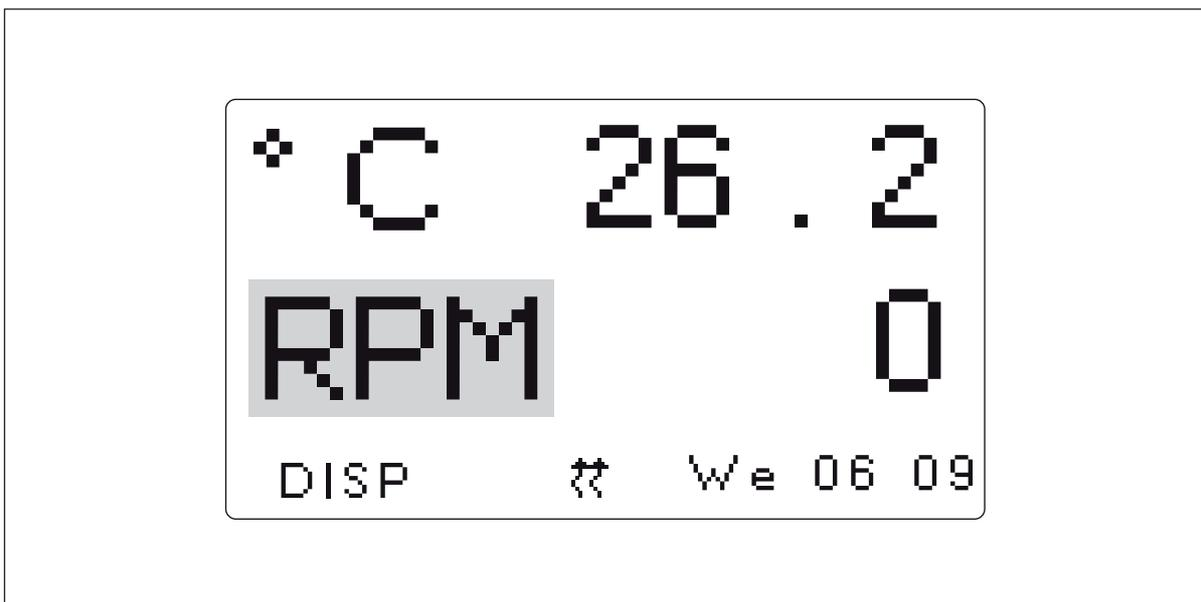

Abb. 5-2: Angezeigten Parameter ändern
1. Markieren Sie mit dem Bedienknopf den Parameter, den Sie austauschen möchten. In diesem Beispiel ersetzen wir **RPM** (siehe Abb. 5-2 auf S. 46).